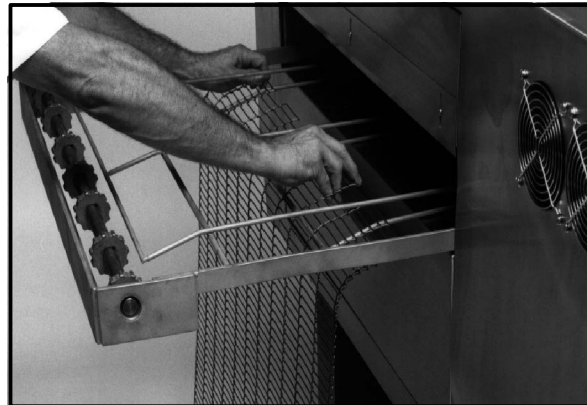

Figure 9
1. Insérez la bande transporteuse métallique en partant du côté droit du four, en commençant par le bas. Déroulez la bande comme indiqué, Figure 9. Sinon, elle sera à l'envers. Laissez-en pendre 30 cm environ du côté gauche